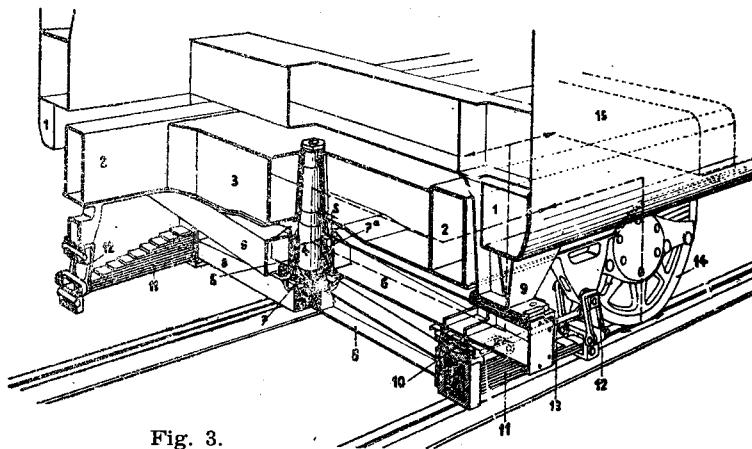

Fig. 3.
Lokomotivkassen er en selvbærende konstruksjon i sveiset utførelse og veier inklusiv elektrisk del ca. 36 tonn. Kassens opplagring på boggiene framgår av fig. 3. Den er opplagt på 4 punkter hvor bæreknekten (9) gjennom tverrbjelken (bolsterbjelken) (6) overfører lokomotivkassens vekt til 4 stk. bladbærefjærer (bolsterfjærer) (11) over sfærisk støtte-lager (10) som ligger i støvtett oljebad.